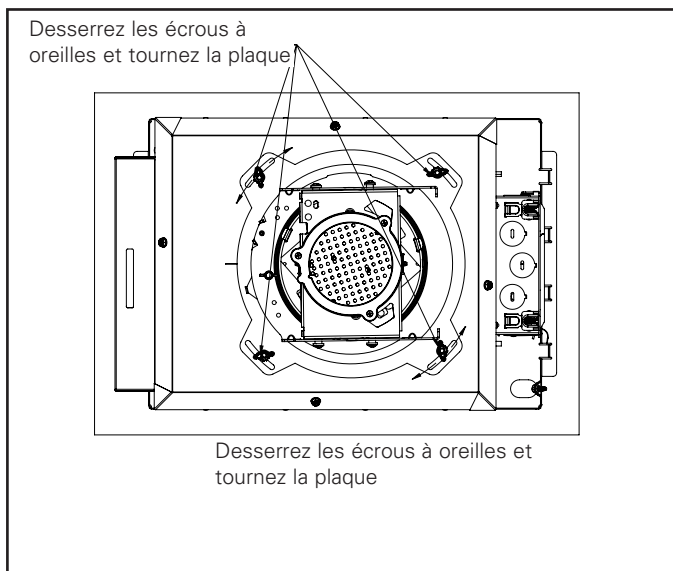

Figure 6.
- Dans le cas des ouvertures carrées, les bords du collet peuvent être ajustés pour les aligner parallèlement aux murs de la pièce. Pour ce faire, il suffit de tendre la main dans la découpe et de desserrer l'écrou à oreilles à l'intérieur du boîtier comme illustré à la Figure 6. Remarque : il peut être nécessaire de retirer les optiques pour accéder à ces vis; consultez la section sur le remplacement des optiques. Il est possible de tourner toute la plaque tournante en saisissant le bord du collet jusqu'à ce qu'elle soit alignée comme désiré. Serrez de nouveau les écrous à oreilles de la plaque tournante (et remplacez le module des optiques s'il a été enlevé).